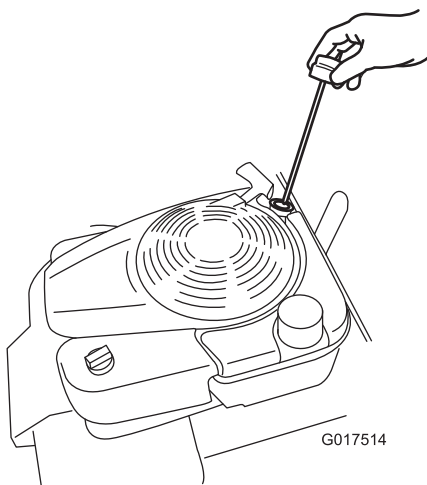
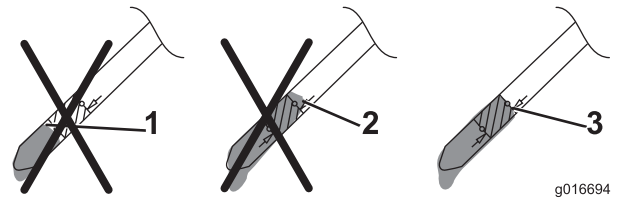

Figure 14
Figure 15
2. Retirez la jauge (Figure 14).
5. Observez le niveau d'huile indiqué par la jauge (Figure 15).
- Si le niveau n'atteint est trop bas, versez **lentement** une petite quantité d'huile dans le goulot de remplissage, attendez 3 minutes puis répétez les opérations 3 à 5 jusqu'à ce que le niveau d'huile soit correct, comme montré à la Figure 15.
Choisissez la hauteur de coupe voulue; voir la Figure 14 et la Figure 15.